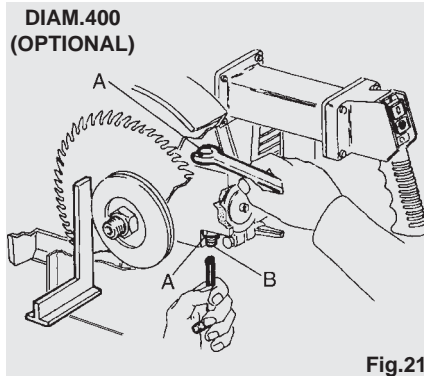

Fig.21
Controlar con una escuadra que la hoja esté perfectamente perpendicular al plano (ver fig. 21). Si así no fuera, actuar sobre la tuerca (A) con una llave de boca abierta de 13 y sobre el tornillo sin cabeza con una llave para tornillos Allen. Aflojando el tornillo sin cabeza superior y apretando el inferior y viceversa, una vez encontrada la perpendicularidad apretar la tuerca (A) bloqueando los tornillos sin cabeza en posición.